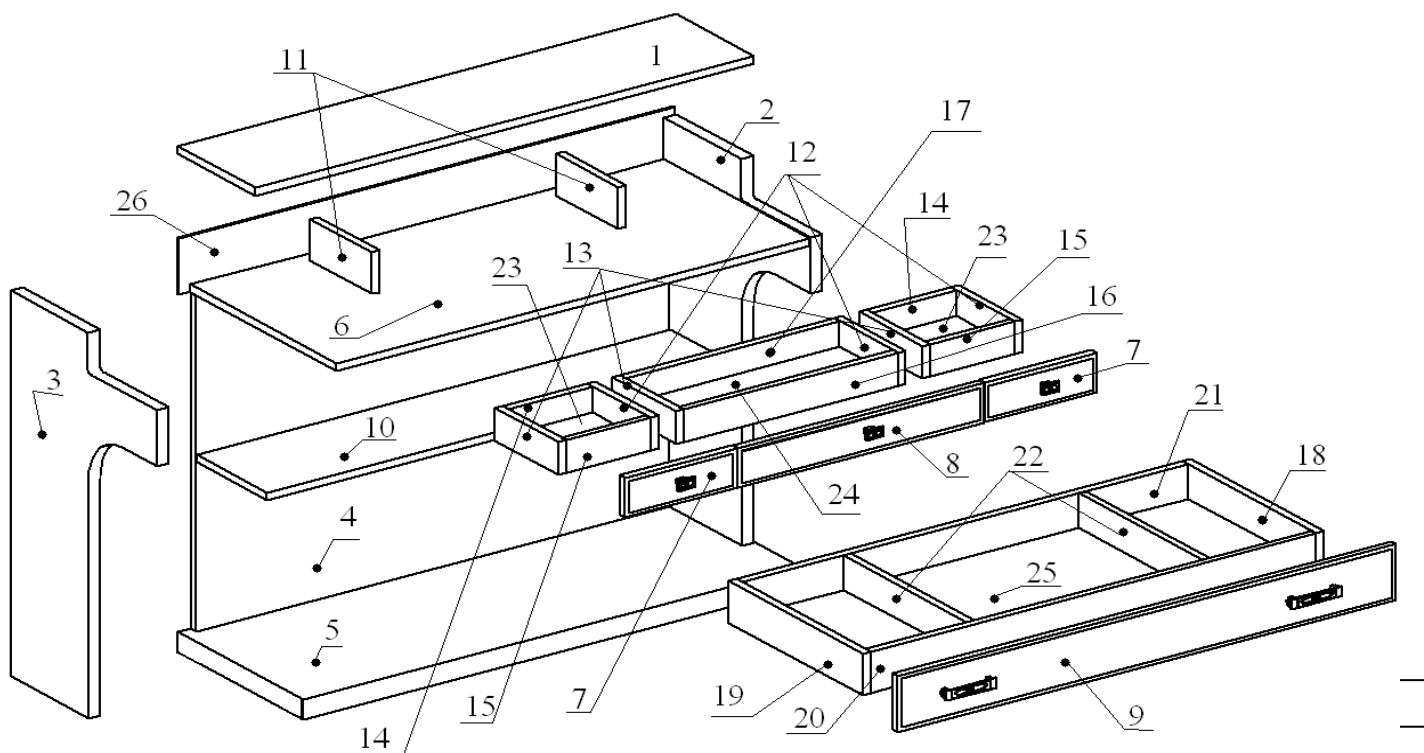

Рисунок 2
1. Установить эксцентрики 16, 25мм на детали (поз. 2,3,4,6). См. рисунок 2.
2. Установить дюбеля быстрого монтажа на детали (поз. 1,2,3,5). См. рисунок 2,3.